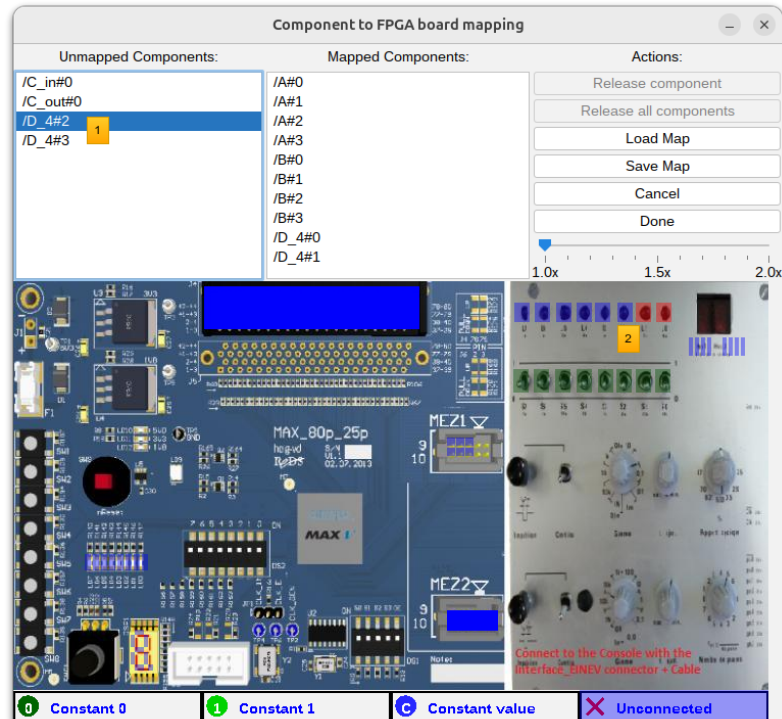

FIGURE 15 – Console Board Mapping
5. Il faut ensuite associer les entrées / sorties de l'additionneur aux boutons et aux LEDs de la carte comme sur la Figure 15 et la Figure 16.